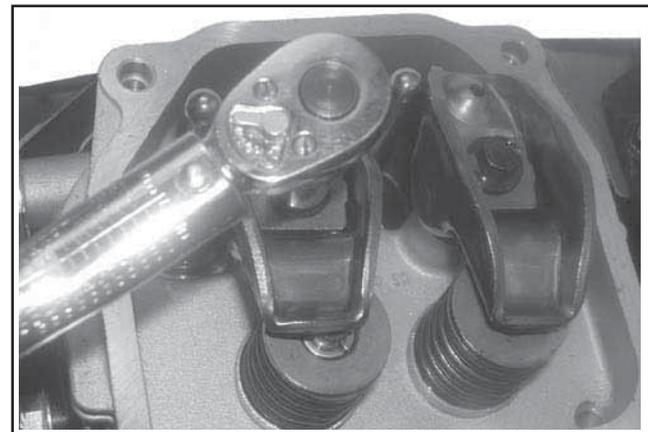

Figure 11-46. Serrage des vis du culbuteur.
2. Appliquer de la graisse sur les surfaces de contact du culbuteur et de ses pivots. Installer les culbuteurs et leurs pivots sur une culasse de cylindre et commencer à serrer les deux vis hexagonales à embase. Voir la Figure 11-46.